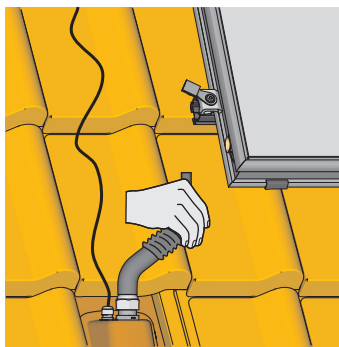

Bild 3-36 Arbeitsschritt 14
14. Wärmedämmschläuche auf Solarrohr schieben und stauchen (Bild 3-36).